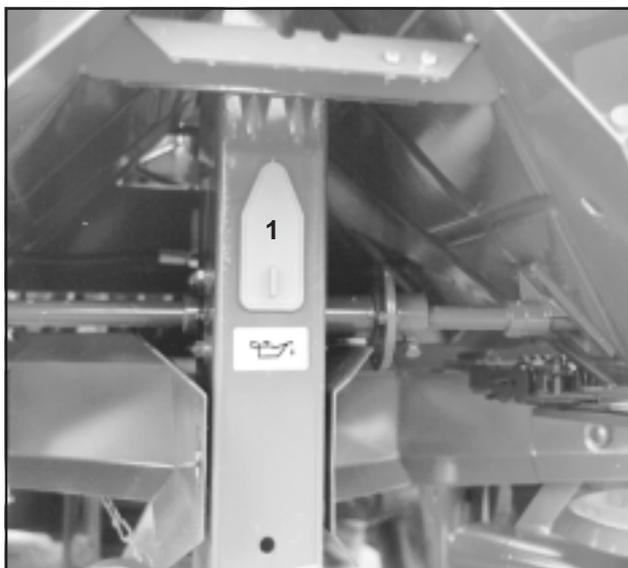

Рис. 9.1
2. Чистите и смазывайте ворошильный валик – приводную цепь (Рис. 9.1/1).